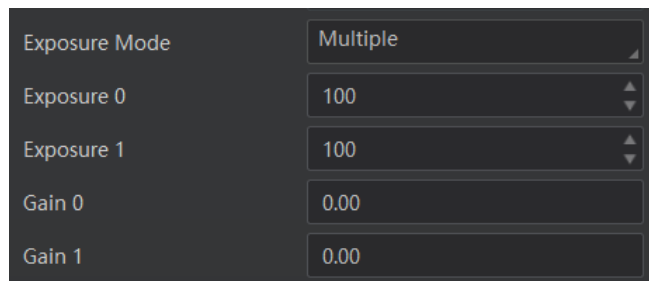

图3-11 多曝光模式
- Multiple：对应多曝光模式，可分别自行设置两组曝光和增益大小，如图 3-11 所示。设备根据设置的参数值自动轮询获取设定曝光和增益的图像。